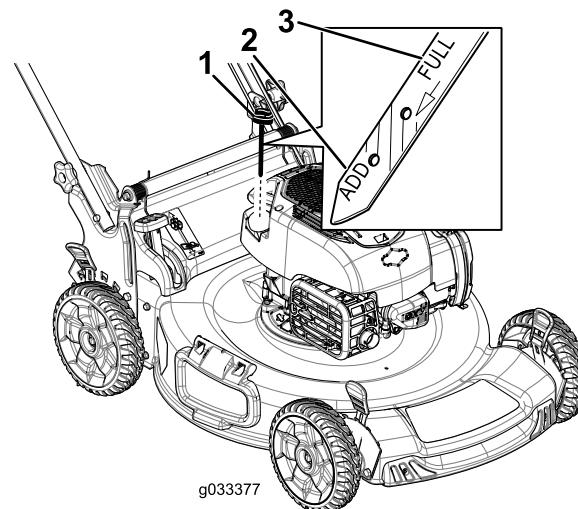

Figure 14
2. Retirez la jauge, essuyez-la sur un chiffon et remettez-la dans le tube de remplissage (Figure 14).
3. Ressortez la jauge et vérifiez le niveau d'huile (Figure 14). Si le niveau n'atteint pas le repère **minimum** (Add), versez lentement suffisamment d'huile dans le tube de remplissage pour faire monter